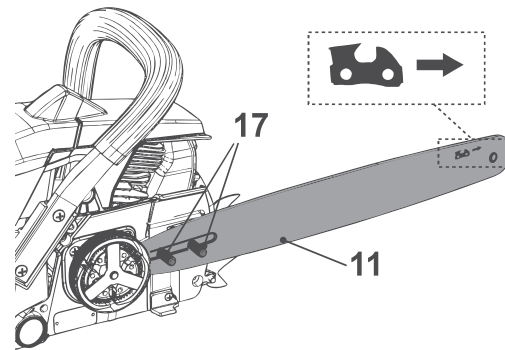

Fig. 2
3. Coloque la ranura de la espada (11) sobre los pernos (17). Asegúrese de colocar la espada (11) con el símbolo de “cuchilla” de la cadena en la parte superior de la espada (Fig. 2).